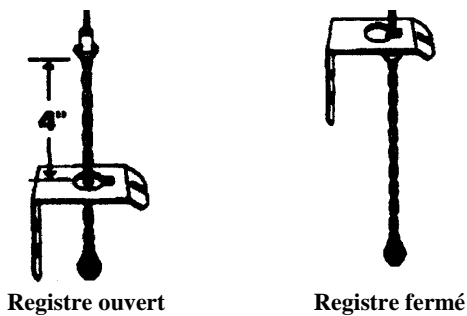

Figure 7. Réglage de la tirette du registre
D. Insérez la tirette à travers le support et ajustez la longueur comme illustré à la Figure 7 en positions ouverte et fermée.